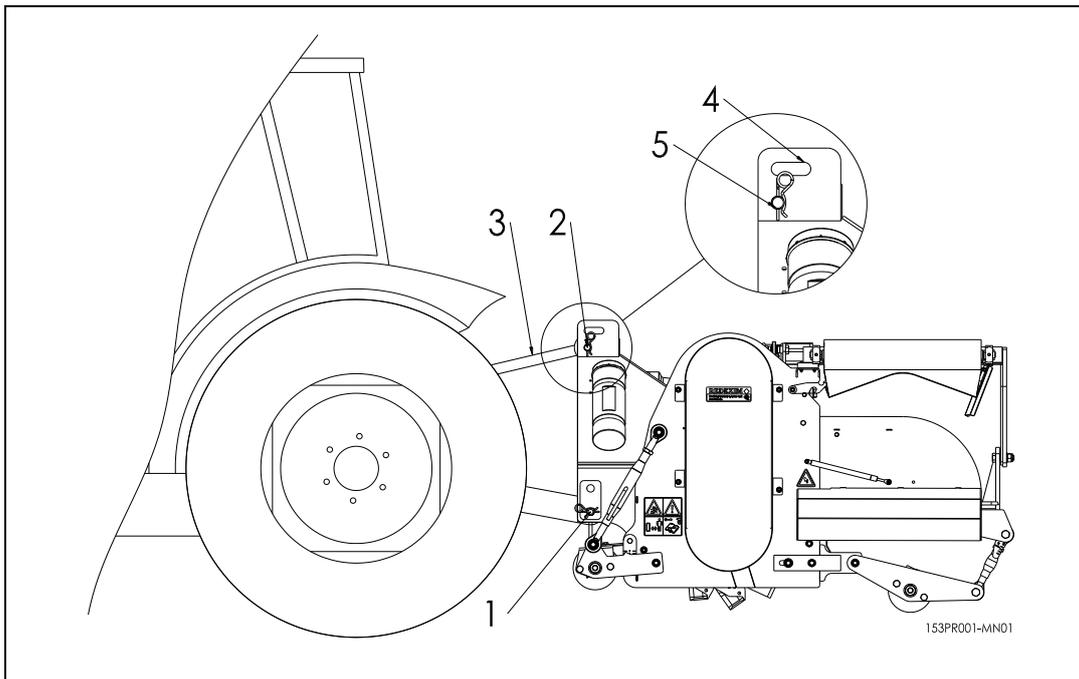

Abb. 9
⚠ **Sorgen Sie dafür, dass die oberste Topstange angekoppelt ist und im Transportstand (Stand 5) unter Spannung steht! Siehe Kapitel 4.0 Abb. 9 Falls dies nicht geschieht, kann an der Maschine ein ernster Schaden entstehen.**
6. Falls gewünscht, kann die Topstange in den bodenfolgenden Stand in Schlitzöffnung 4 (siehe Kapitel 4.0 Abb. 9) platziert werden.